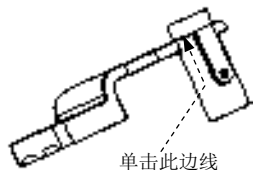

图 11.2.18 选取参考
(1) 在“绘图视图”对话框中，选取类别区域中的可见区域选项，在视图可见性下拉列表中选择局部视图选项。
(2) 绘制局部视图的边界线。
① 在系统选择新的参考点。单击“确定”完成。的提示下，单击图 11.2.18 所示的边线。